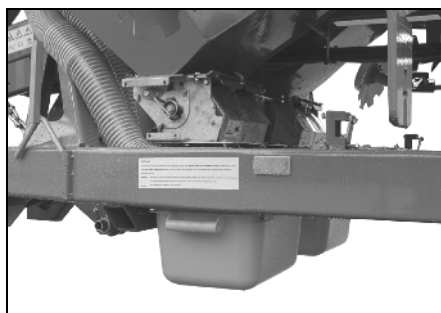

Fig. 70
3. Fastgør prøveudtagningsbeholderne (Fig. 70) på transportholderen, og sørg for at sikre dem med en ringstift.
3. Skub prøveudtagningsbeholderne (Fig. 70) ind i holderen.